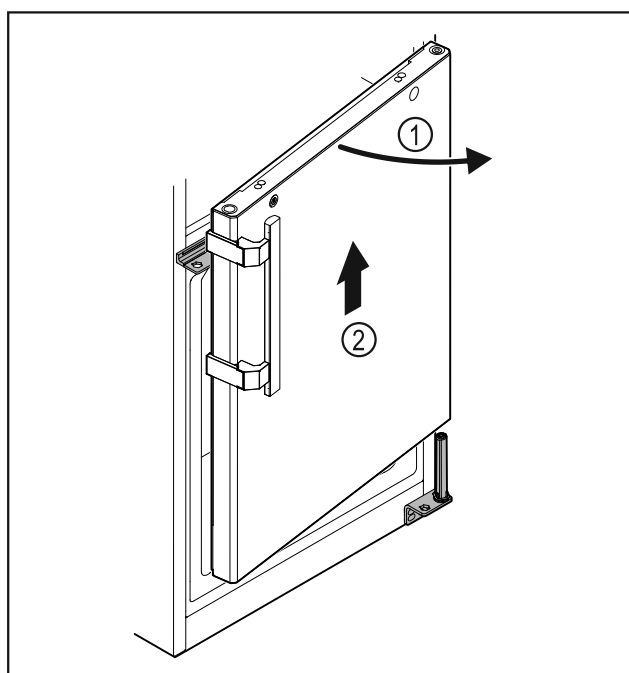

Fig. 25
- Ouvrir légèrement la porte, la soulever Fig. 25 (1) droite d'environ 200 mm (7.87 in) et la retirer Fig. 25 (2).